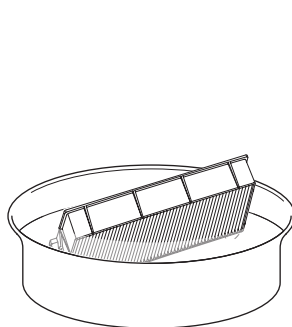

Fig. 1
1) Lavare l'unità filtro aria. (Fig. 1)